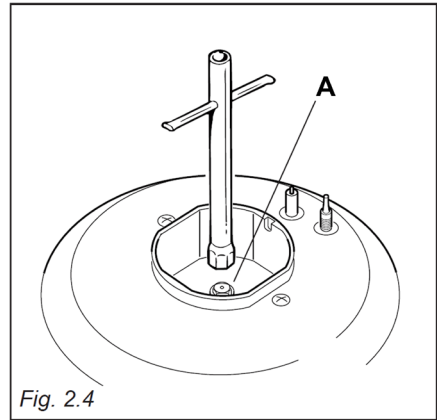

Fig. 2.4
- Ersetzen Sie die Düsen „A“ (Abb. 2.4 – 2.5) mit einem festen Schlüssel durch die für die zu verwendende Gasart geeigneten Düsen. Die Brenner sind so ausgelegt, dass keine Einstellung der Primärluft erforderlich ist.